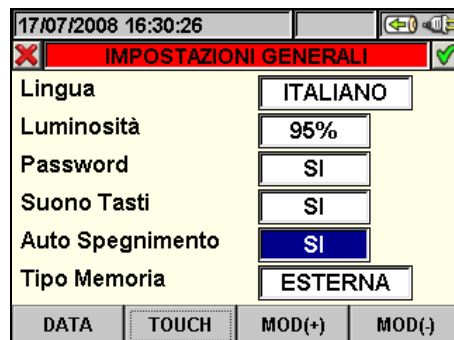

Fig. 15: Videata Impostazione Autospegnimento
1. Posizionare il cursore con i tasti freccia alto o basso sul campo corrispondente alla voce “Auto Spegnimento” evidenziandolo su sfondo blu, come mostrato in Fig. 15: